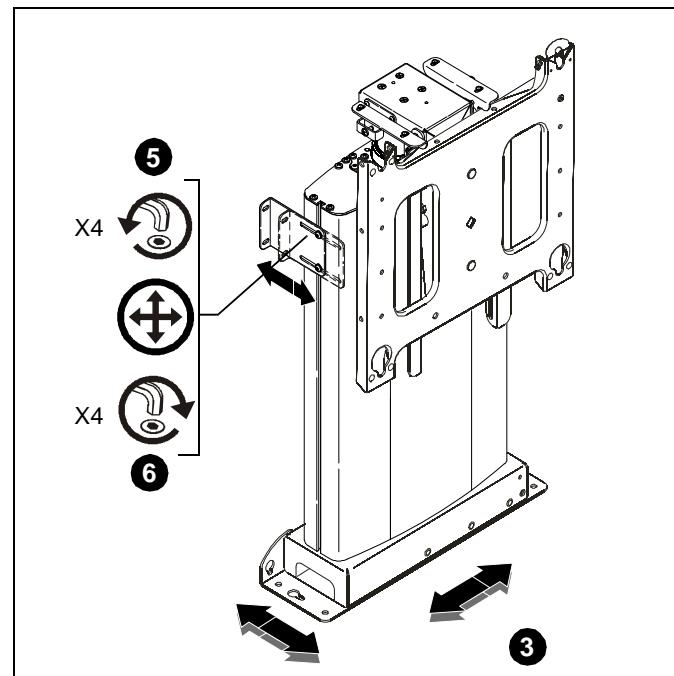

рис. 23
- Установите кронштейн, чтобы основание было правильно расположено и боковые монтажные кронштейны были выровнены с вертикальными опорами. (см. рис. 23)